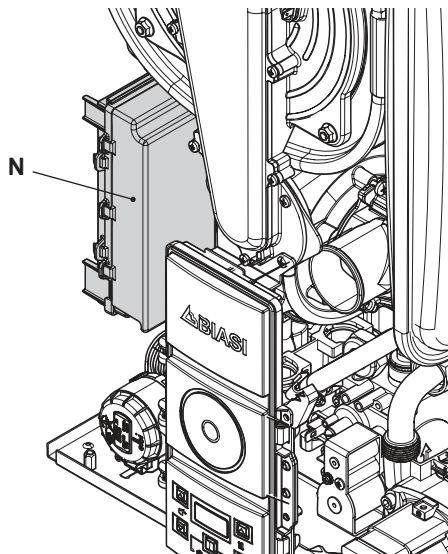

Figura 5.18
- Localice la tapa de cobertura de la bornera **N** (Figura 5.18) y ábrala.